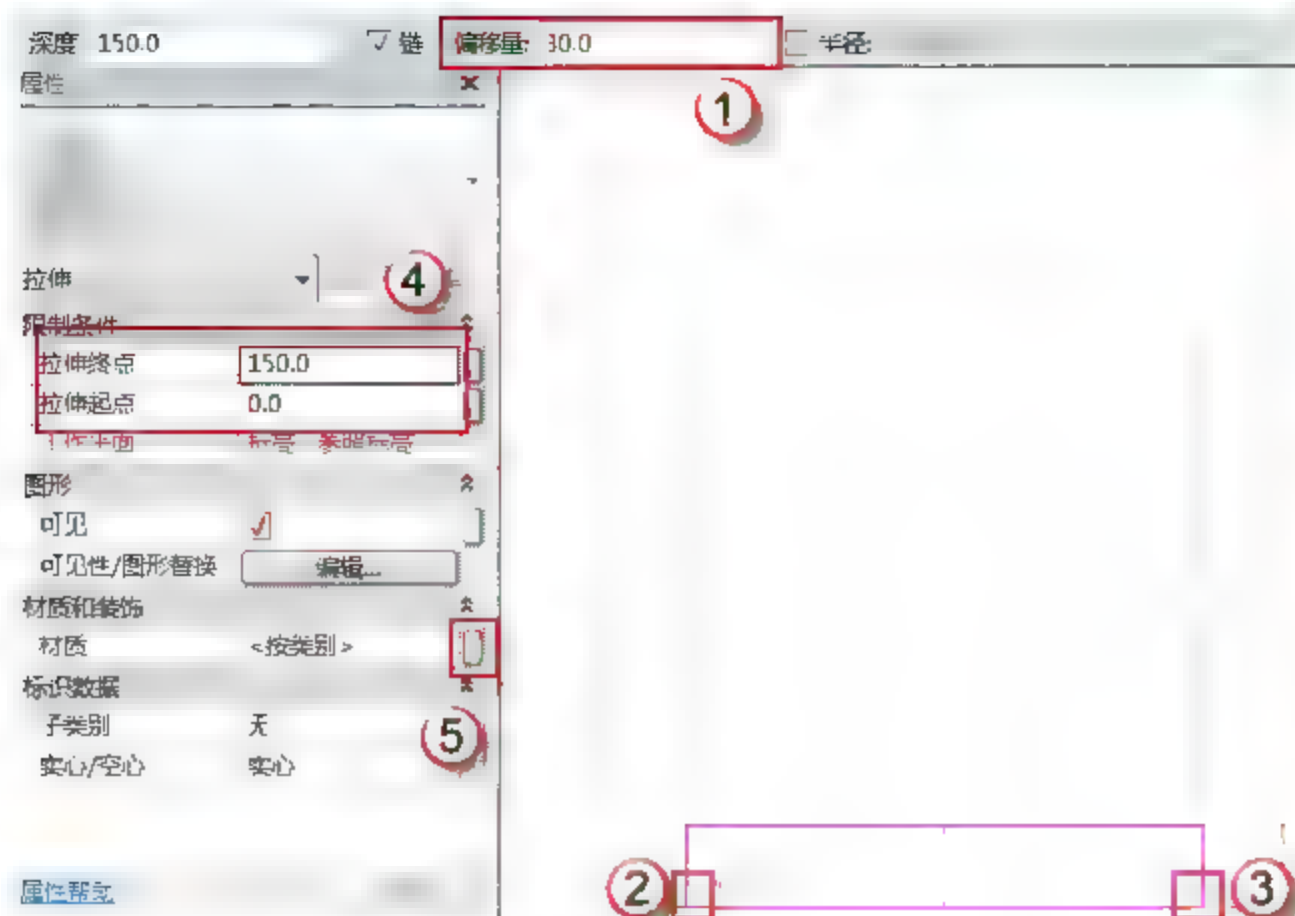
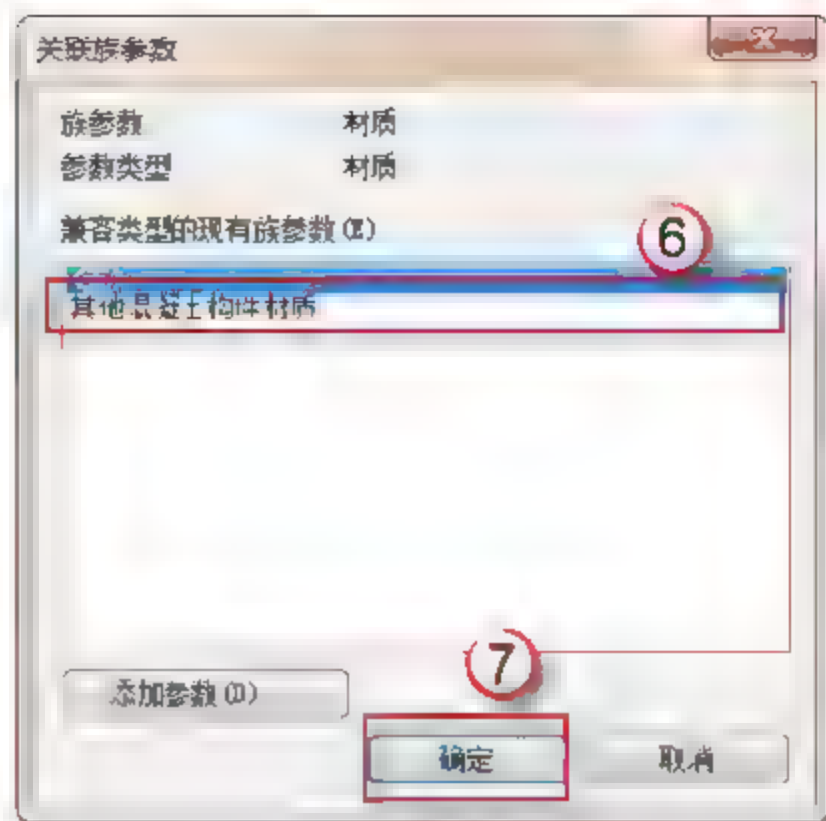

图 12.4.18 创建靠墙面水簸箕壁
图 12.4.19 关联族参数类型
(10) 创建靠墙面水簸箕壁。选择“创建”→“拉伸”→“直线”命令，更改偏移数值为“30”，以编号 2 为起点至编号 3 为终点画一条线，接着将偏移数值更改为“0”，再画出 3 条线以形成如图 12.4.18 所示的矩形。接着将“拉伸终点”和“拉伸起点”分别更改为“150”和“0”。最后，单击“属性”面板中的材质栏内的“关联族参数”按钮，在弹出的“关联族参数”对话框中选择“其他混凝土构件材质”选项，单击“确定”按钮，如图 12.4.19 所示。